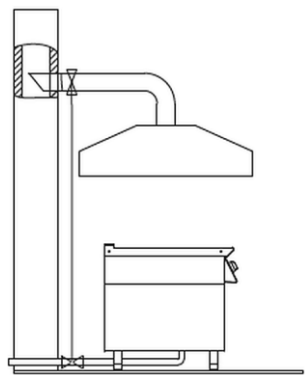

Fig. 3
- l'extrémité de la conduite de sortie de l'appareil doit être installée au sein de l'orifice d'entrée principal de la hotte. (fig. 3).